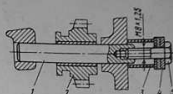

Рис. 67. Приспособление для выпрессовки оси промежуточной шестерни заднего хода автомобиля 2140
8. При необходимости проверки или замены паразитной шестерни заднего хода 2 (рис. 67) и ее оси 1 последнюю выпрессовать из картера при помощи болта 5 втулки 3 и набора шайб 4.